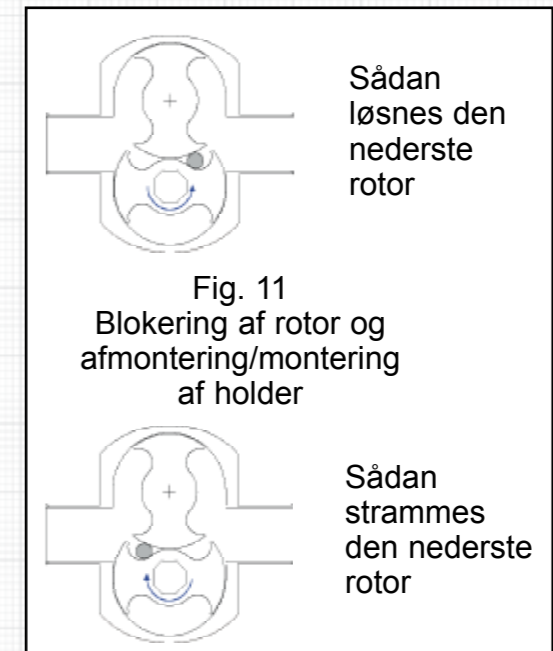

Fig. 11
- Kun Hy~Line:** Rotorerne er fastholdt af særlige rillede skruer (5) og tætnet med o-ringe (58). Blokér pumperotorerne med en blød afstandsklods – der medfølger en plastikkloids (180) til dette formål. (se også fig. 11). Brug kun det medfølgende specialværktøj (181) til at løsne og spænde igen. Begge skruer har højrevind. Tag forsigtigt rotorerne ud for at undgå at beskadige tætningen ved kontakt mellem akselenderne og tætningsfladerne, som findes bagpå rotorerne.
- LH72, 74, 76 & tankpumper:** Blokér pumperotorerne med en blød afstandsklods – der medfølger en plastikkloids (180) til dette formål (se også fig. 11). Brug kun det medfølgende specialværktøj (181) til at løsne og spænde det hygiejniske dæksel (59A) igen; begge skruer har højrevind. Fjern de 3 bolte, som fastholder rotorerne på akslen, ved hjælp af unbrakonøglen. Tag forsigtigt rotorerne ud for at undgå at beskadige tætningen ved kontakt mellem akselenderne og tætningsfladerne, som findes bagpå rotorerne.
- Kun Ultima:** Rotorerne i Ultima pumpe holdes på plads med forbindelsesstænger (26 og 27), der har ender med gevind og går igennem de hule aksler (24 og 25). Forbindelsesstængerne fastholdes af møtrikker (87) og skiver (88). Rotorerne afmonteres på følgende måde:
en plastikkloids (180) til dette formål. Se også fig. 11. Løsn forbindelsesstængerne møtrikker (87) og skiver (88) og fjern dem.